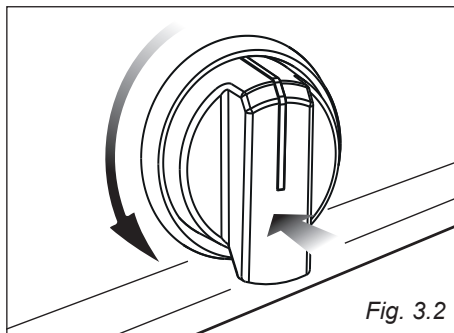

Fig. 3.2
- Svitare il fissacavo “D” (fig. 3.2).
1. Ruotare la manopola del rubinetto gas in senso antiorario (fig. 3.2), fino alla portata massima, premerla e mantenere la pressione, si otterrà l'attivazione dell'accensione.